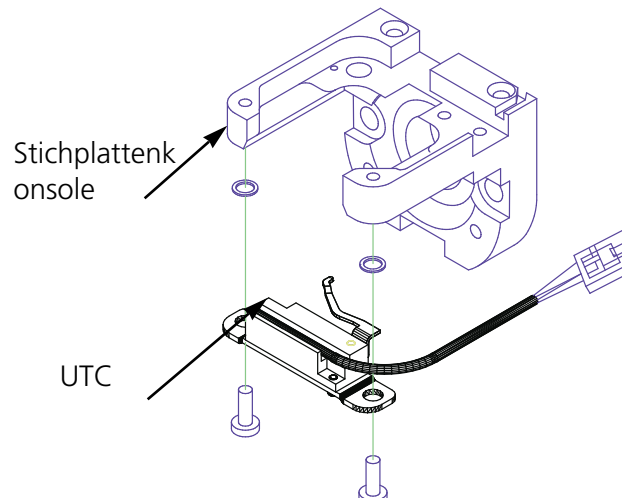

Abbildung 4-19
1. Die Maschine ist AUS, der Unterfadenwächter wie in Abb. 4-19 dargestellt montieren. Den Sicherungsstift des Unterfadenwächters in die Kerbe des Umlaufgreifers stecken und einen Abstand von 0.020 dazwischen lassen (siehe Figur 4-20). Benutzen Sie den 0.020 Meßfühler, der sich bei der Bedienerausrüstung befindet.